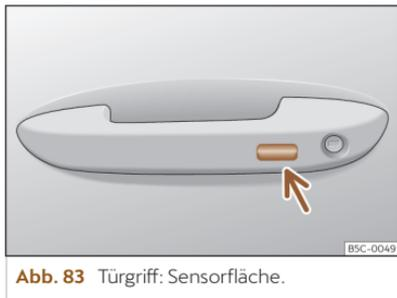

Abb. 83 Türgriff: Sensorfläche.
- **ODER:** mit dem Keyless Access-System (nur Schließen): Finger einige Sekunden auf der Sensorfläche zum Verriegeln >>> (Abb. 83) (Pfeil) im Türgriff halten, um die Fenster und das Schiebedach zu schließen. Wenn Sie die Sensorfläche nicht mehr berühren, wird die Schließfunktion unterbrochen.
Halten Sie einige Sekunden lang einen Finger über die Verriegelungssensorfläche >>> (Abb. 83) (Pfeil) am Türgriff, damit das Dach geschlossen wird. Wenn Sie die Sensorfläche nicht mehr berühren, wird die Schließfunktion unterbrochen.